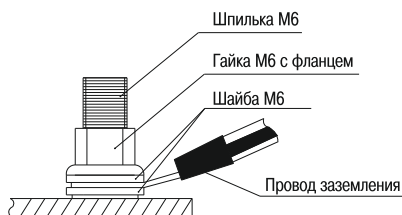

Рисунок 11 – Монтаж заземления
5.2 По завершении подготовки шкафа к эксплуатации произведите монтаж контура заземления (рисунок 11).